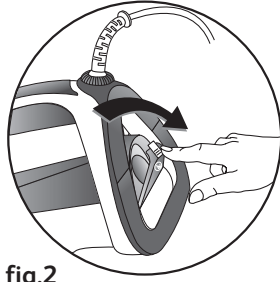

fig.2
- Drücken Sie zum Öffnen der Befüllöffnung des Wassertanks den Knopf – **Abb.2**.